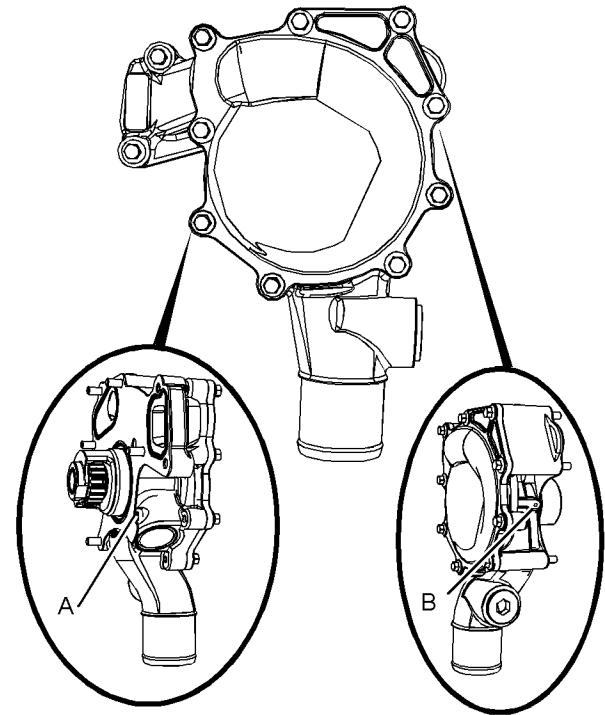

Abbildung 63
**Anmerkung:** Die Wasserpumpendichtungen werden durch das Kühlmittel im Kühlsystem geschmiert. Eine geringe Leckage ist normal. Siehe Abbildung 63 für Details zur Position der Ablauf- und Entlüftungsöffnung.